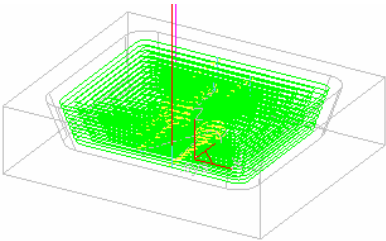

图 8-51 生成刀具轨迹
10) 单击鼠标右键确认后系统开始计算，稍后生成轨迹，如图 8-51 所示。